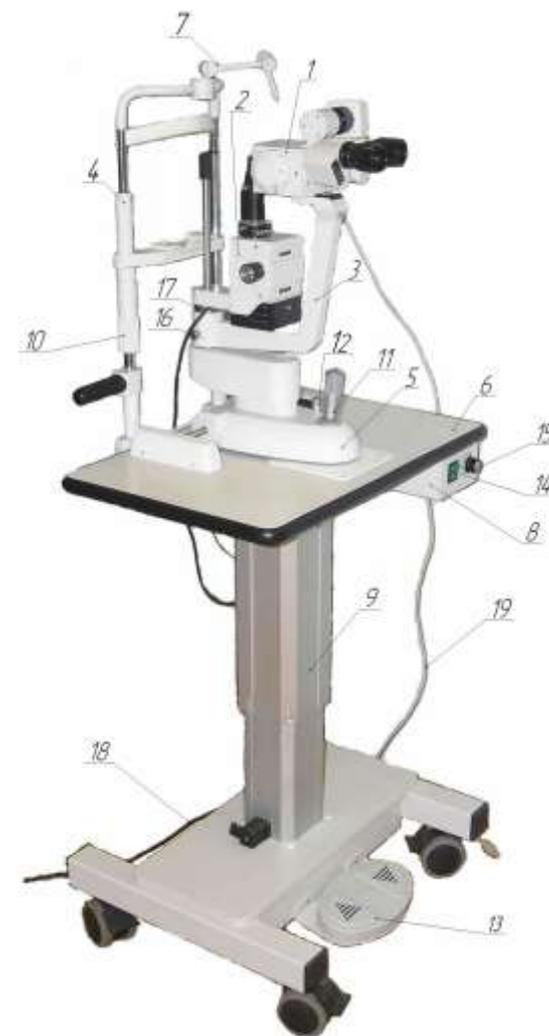

Рисунок 1 - Щелевая лампа ЛС-01-«Зенит»
1.3.1 Щелевая лампа ЛС-01-«Зенит» состоит из следующих основных частей (рисунок 1):
1.4.7 Основание щелевой лампы поз. 6 располагается и крепится к столу офтальмологическому поз. 9 (рисунок 1). Стол офтальмологический на колесных опорах располагается относительно пациента, а при помощи педалей стола поз. 5 основание щелевой лампы выставляется по высоте.
1.4.8 Блок питания поз. 14 (рисунок 1) щелевой лампы предназначен, для формирования напряжения питания галогенной лампы (~ 12 В) осветителя и светодиода фиксирующей марки щелевой лампы. Электропитание блока питания осуществляется от сети переменного тока частотой 50 Гц и напряжением 220 В.
1.4.2 Лампа щелевая поз. 2 (рисунок 1) предназначена для освещения предмета наблюдения (глаза): формирования светового пятна (диафрагмы, щели), наклона и разворота световой щели, ввода-вывода светофильтров.
1.4.3 Кронштейн поворотный поз. 3 предназначен для крепления стереомикроскопа поз. 1 и щелевой лампы поз. 2 (рисунок 1) и ориентирования стереомикроскопа и щелевой лампы относительно глаза пациента. Положение щелевой лампы и стереомикроскопа фиксируется (при необходимости) винтами поз. 16 (слева и справа кронштейна). Шкала поз. 17 (в градусах), показывает угол между оптической осью стереомикроскопа и щелевой лампой в выбранном положении.
1.4.4 Упор лицевой поз. 4 (рисунок 1) предназначен для расположения и фиксации головы пациента (подбородка, лба) при обследовании. Регулировка положения упора для подбородка пациента производится вращением рукоятки поз. 10. На упоре предусмотрена возможность расположения одноразовых бумажных салфеток.
1.4.5 Каретка опорная поз. 5 (рисунок 1) предназначена для крепления стереомикроскопа, щелевой лампы, кронштейна поворотного и совместной ориентации стереомикроскопа и щелевой лампы относительно глаза пациента. При помощи наклонов рукоятки поз. 11 каретка перемещается вдоль и поперек основания поз. 6, вращением рукоятки поз. 11 регулируется положение стереомикроскопа и щелевой лампы по высоте. В выбранном местоположении каретка опорная фиксируется ручкой поз. 12.
1.4.6 Каретка опорная с щелевой лампой, стереомикроскопом и кронштейном поворотным устанавливается на основании поз. 6 (рисунок 1) щелевой лампы. На основании также крепятся лицевой упор и блок питания (снизу).